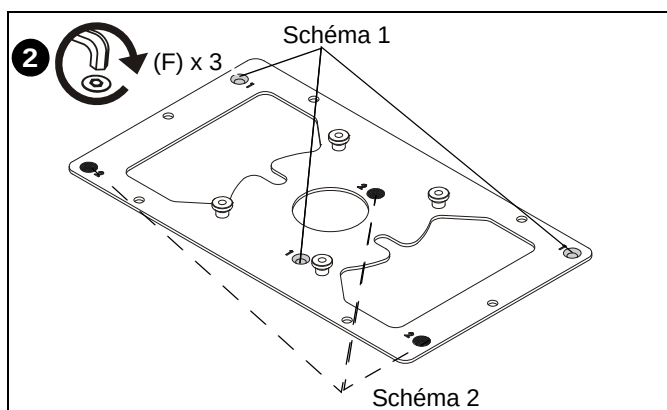

Figure 3
2. Fixez la petite plaque d'adaptation (B) au projecteur à l'aide de trois vis de fixation à tête plate (F) et de trois entretoises (G) dans les trous de fixation portant le marquage « 1 » ou « 2 ». (Voir Figure 3) Passez à la section **Fixation au support de projecteur**.